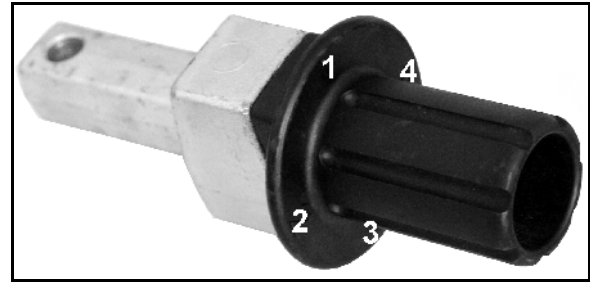

Fig. 42
Finindstillingen foretages ved at dreje excenterbolten (Fig. 42) fra position 1 til position 4.
4. Drej excenterbolten (Fig. 42).